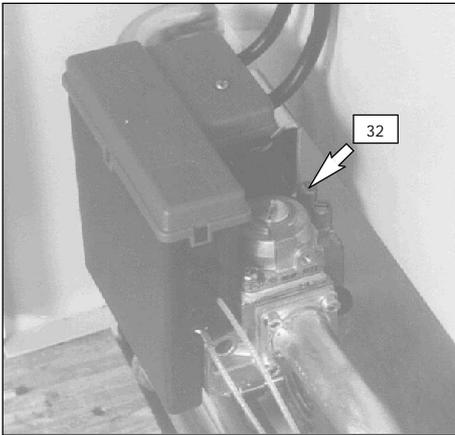
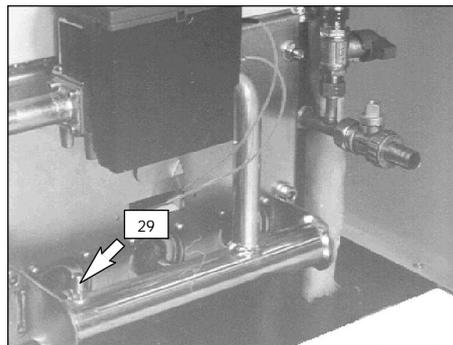

fig. 5.1
fig. 5.4
Dopo ogni misurazione delle pressioni gas, **richiudere bene** le prese di pressione utilizzate (32 in fig. 5.1 e 29 in fig. 5.4).
- 2 A caldaia spenta (fuori servizio), controllare con un manometro la pressione di alimentazione utilizzando la presa pressione ingresso valvola gas (32 in fig. 5.1) e confrontare il valore letto con quelli riportati nella tabella **Pressioni di alimentazione gas** a pag. 6 per mod. 25B100; 7 per mod. 32B100; 8 per mod. 25B45; 9 per mod. 32B45.
- 8 Controllare la massima portata di gas al contatore secondo la tab. 5.1; per controllare il valore di pressione utilizzare la presa pressione sul bruciatore (29 in fig. 5.4) e confrontare quest'ultimo valore con quelli riportati in tab. 5.1
13 Controllare la minima portata di gas al contatore secondo la tab. 5.2; per controllare il valore di pressione utilizzare la presa pressione sul bruciatore (29 in fig. 5.4) e confrontare quest'ultimo valore con quelli riportati in tab. 5.2
16 Richiudere bene la presa di pressione (29 in fig. 5.4)